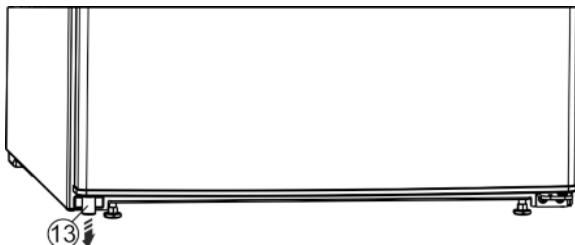

Fig. 4
- Долу вляво извадете ограничителя Fig. 4 (13) от вратата.